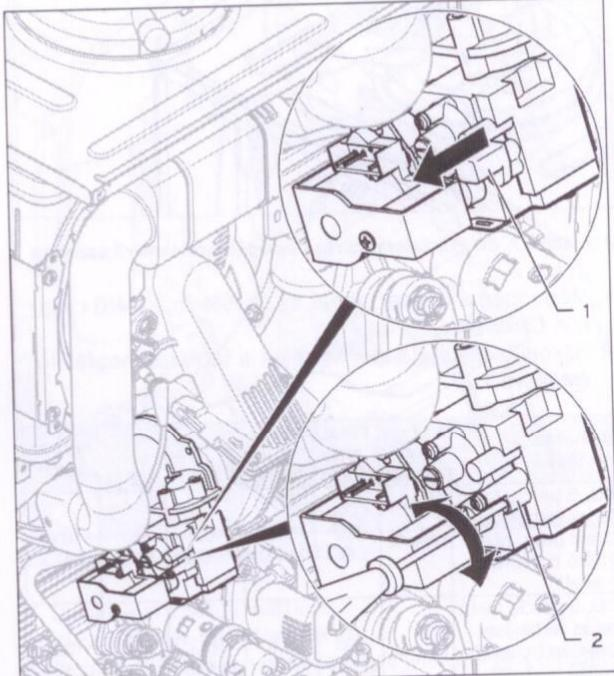

Fig. 2.2 Reglarea conținutului de CO₂
- Scoateți capacul albastru de acoperire (1).
- Îndată ce gazul este racordat la centrală, roțiți șurubul (2, Fig. 2.2) (2,5 mm gaură interioară hexagonală), pornind din poziția momentană, la: